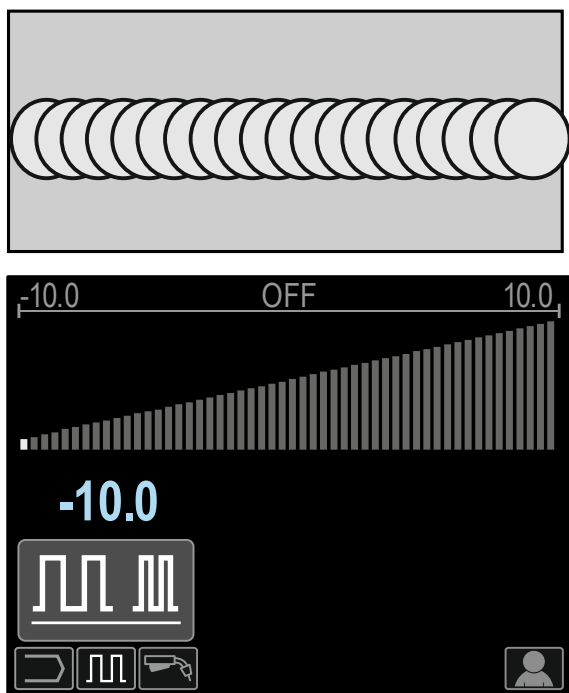

Figura 82
- Frequenza inferiore a di 0,0 – saldatura e spaziatura di ondulazione ampie, velocità di corsa lenta. La Figura 82 illustra la spaziatura di saldatura quando la frequenza è "-10".